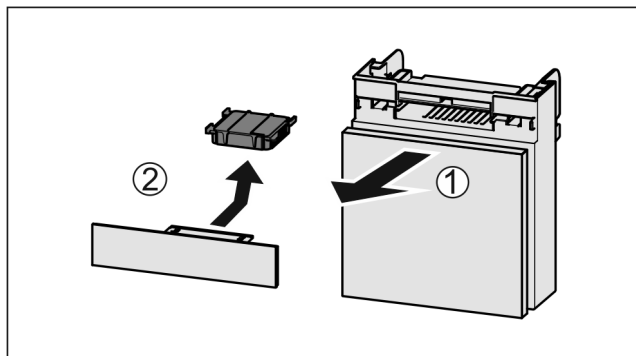

Fig. 101
- ▶ Потягніть Fig. 101 (1) відділення вперед.
- ▶ Витягнути Fig. 101 (2) фільтр з активованого вугілля.